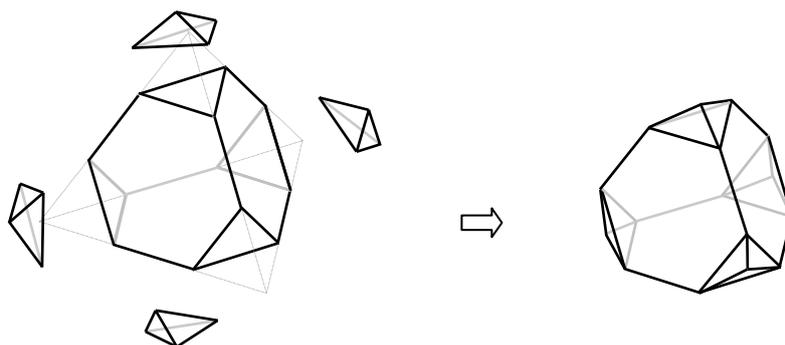
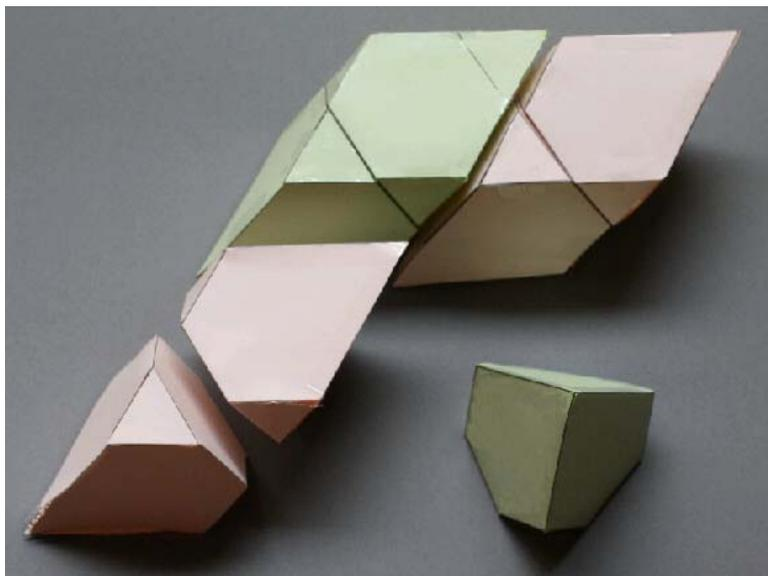

図 9 ダイヤモンドの十六面体と正四面体の関係
図 12 明快な判定理由の配置
これらは、ダイヤモンドの十六面体が図 6(3)の切頭正四面体の各正三角形の面に小ピラミッドをくっつけたものになっていることを確認する道具になります (図 9).
グループによって種々の取り組みが見られました。「モノタイル」であるとの判定理由として、最も明解な解説を披露したグループは図 12 のように、2 個をくっつけることによって平行六面体ができることを見出しました。2 時間という本実習の制限時間内では、
図 12 の事実に気づくと、正四面体を切頭した図 6(2) の七面体は単にダイヤモンドの十六面体の立体的構成を説明するのに役立つばかりでなく、「ダイヤモンドの十六面体がモノタイルであること」の数式を用いない証明にもなります。すなわち、切頭正四面体（図 6(3)）に対して、1つの正三角形の面にミニ正四面体をくっつけると図 6(2) の七面体ができ上がり、一方、図 9 のように 4 個の小ピラミッドを正三角形の 4 面にくっつけるとダイヤモンドの十六面体を得られます。このことから「ダイヤモンドの十六面体はモノタイルである」ことが言えます。